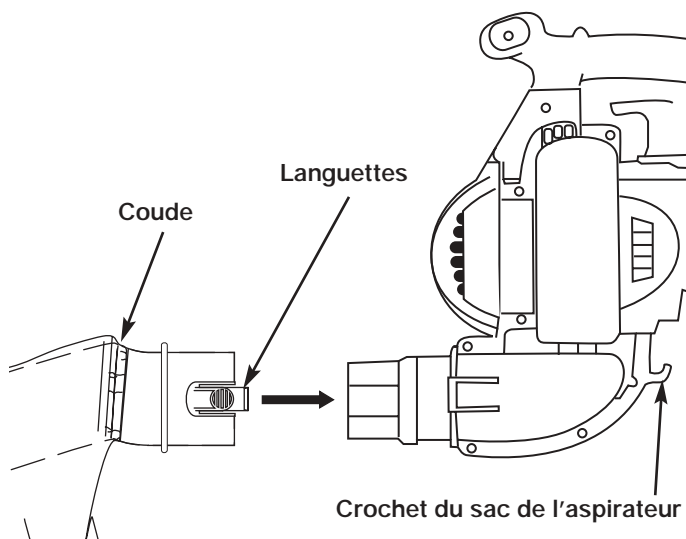

Fig. 6
7. Enfoncez le tube du sac d'aspirateur sur la sortie de souffleur et poussez jusqu'à ce que les deux languettes émettent un déclic (Fig. 6).
2. Retirez le sac d'aspirateur en appuyant sur les deux languettes du coude du sac en même temps et en tirant l'aspirateur (Fig. 6).